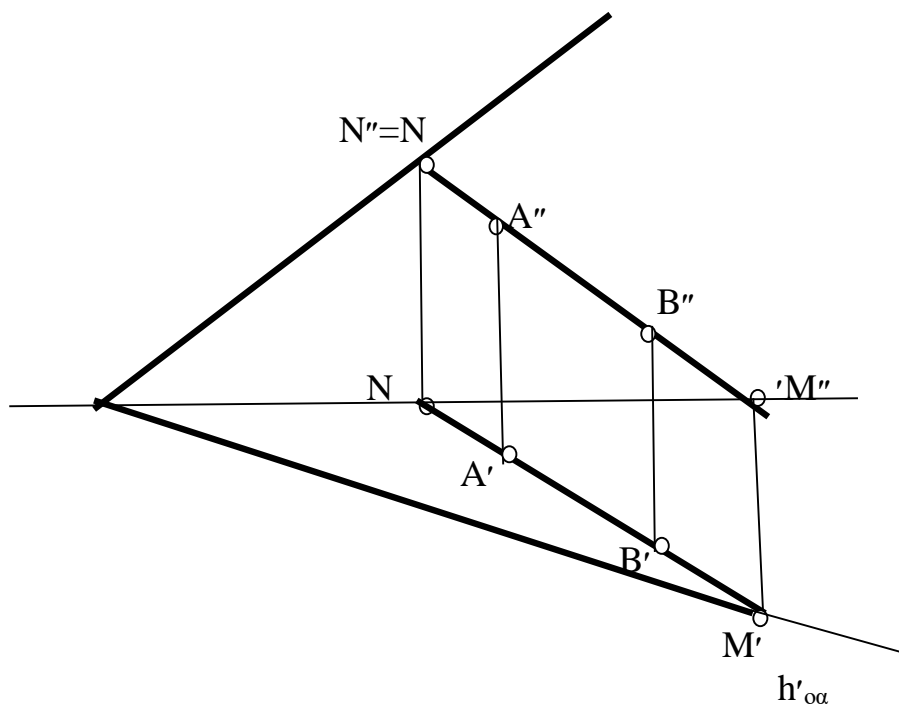

Рис. 7.1
2. Таким образом построили горизонтальные проекции двух точек, принадлежащих одновременно и плоскости α и прямой АВ. Такими точками являются горизонтальные проекции следов прямой (N' и M'). Для построения горизонтальной проекции прямой АВ соединяем полученные горизонтальные проекции следов M и N и находим горизонтальные проекции точек, ограничивающие отрезок АВ (Рис. 7.1).